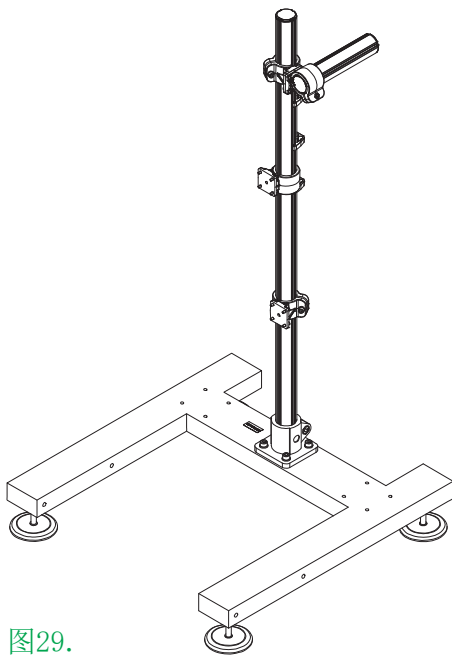
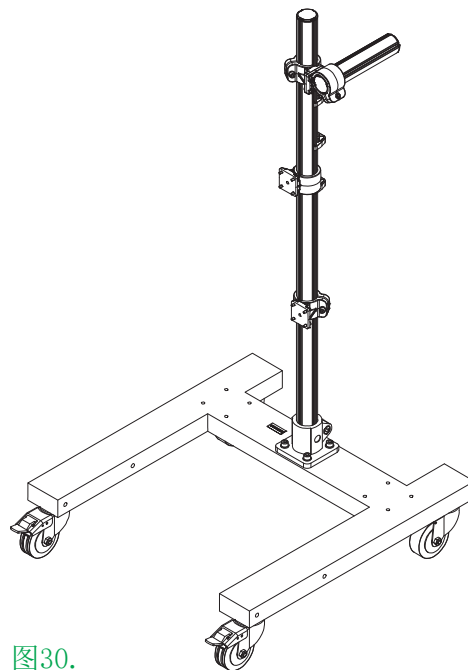

图29.
图30.
- 夹具2n可以180° 转动（见图27页图30）。
- 支座式的支架（零件号：P910214；见 图29），
- 轱辘式的支架（零件号：P910208；见 图30）。
安装在图29和图30支架上的喷码机系统稳定性已经经过最严酷的条件测试。然而，由于喷码机的的设置方式多种多样，系统稳定性需要每次安装后进行确认。安有喷码机的支架不得倾斜或翻倒。
使用非图29和图30所示的支架不能保证系统所必需的稳定性，当支架和喷码机倾斜或翻倒时，可能会造成人身伤害。